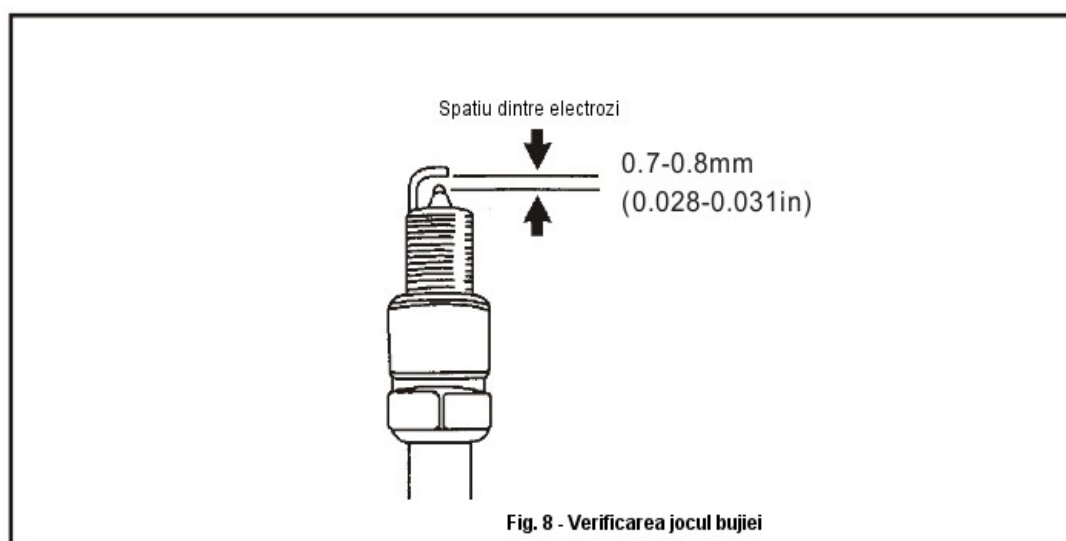

Fig. 8 - Verificarea jocul bujiei
- (1) Scoateti fisa bujiei.
- (2) Curatati zona din jurul bujiei inainte de a o demonta.
- (3) Folositi o cheie de bujie pentru a scoate bujia.
- (4) Verificati vizual bujia. Daca izolatorul termic este fisurat sau ciupit, inlocuiti-l. Curatati bujia cu o perie de sarma, daca intentionati sa reutilizati bujia.
- (5) Masurati distanta dintre electrozi cu o lera. Distanta dintre electrozi trebuie sa fie de 0.5 – 0.75mm. Corectati-o, dupa caz, prin indoirea electrodului lateral. (Fig. 8)
- (6) Verificati starea saibei bujiei si introduceti bujia la locul ei manual, pentru a evita fortarea filetului.
- (7) La montarea unei bujii noi, strangeti 1/2 ture dupa asezarea bujiei pe scaun. Daca se monteaza o bujie uzata strangeti numai 1/8 – 1/4 ture pentru comprimarea saibei.
- (8) Montati corect fisa si carcasa bujiei.